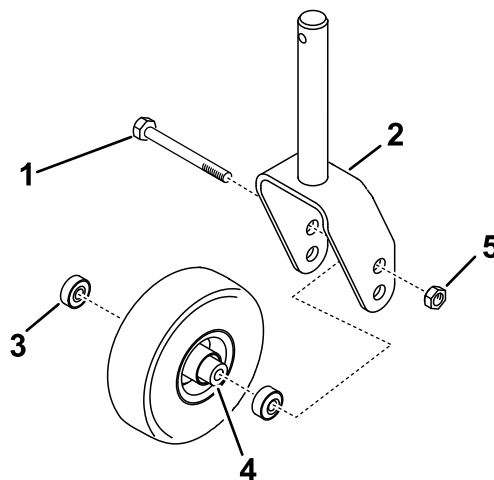

Figura 32
2. Îndepărtați contrapiulia de pe urubul care fixează ansamblul roii pivotante, în cadrul furcii roii pivotante (Figura 32). Prindeți roata pivotantă și glisați urubul din furcă sau din braul pivotant.
3. Îndepărtați rulmentul din butucul roii și lăsați să cadă distanțierul rulmentului (Figura 32). Îndepărtați rulmentul de la partea opusă a butucului roii.